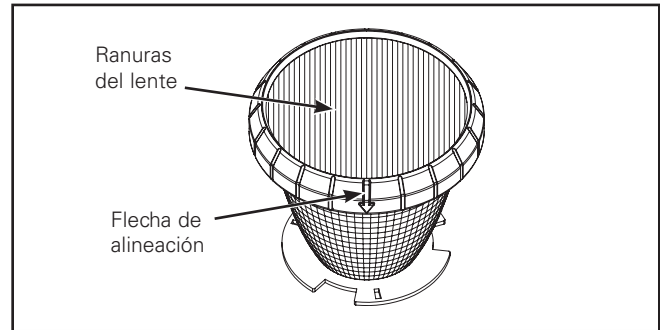

Figura 8.
2. Cuando utilice medios direccionales como la lente de difusión lineal (opcional), alinee las ranuras de los lentes con la flecha de alineación en el soporte del medio (Figura 8).